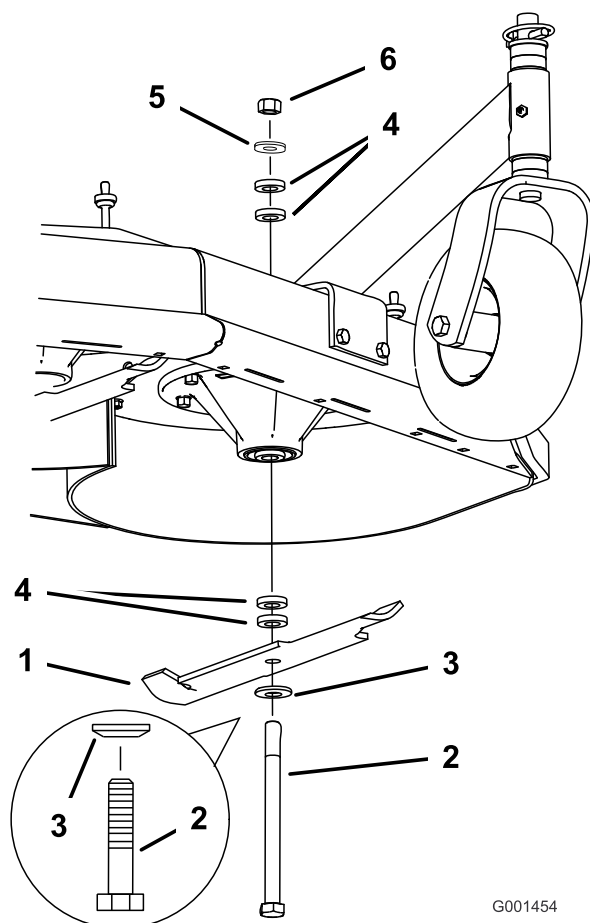

Figura 51
2. Retire la tuerca, el perno de la cuchilla, la arandela curva, la cuchilla, los espaciadores, y la arandela fina del eje (Figura 51).
1. Instale la arandela curva y luego la cuchilla en el perno. Seleccione el número correcto de espaciadores para la altura de corte deseada, y deslice el perno dentro del eje (Figura 51).
2. Instale los espaciadores restantes, en su caso, y sujételos con una arandela fina y una tuerca (Figura 51).